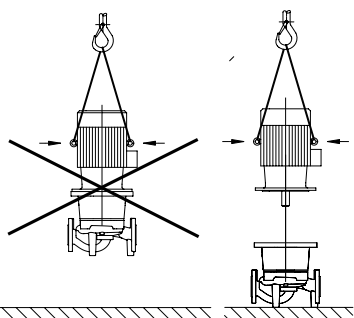

Рис. 35: Транспортировка электродвигателя
- Проушины для транспортировки на электродвигателе служат только для транспортировки электродвигателя, транспортировка всего насоса с их помощью недопустима (Рис. 35).